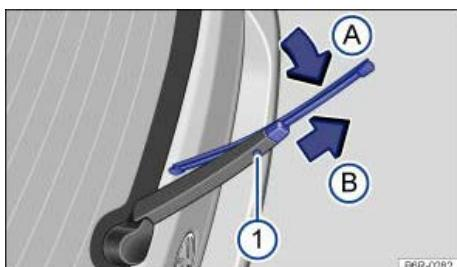

Abb. 276 Am Fahrzeugheck: Scheibenwischerblatt der Heckscheibe auswechseln (Variant).
- Entriegelungstaste \Rightarrow Abb. 276 gedrückt halten.
- Scheibenwischerblatt in Richtung Scheibenwischerarm \Rightarrow Abb. 276 (Pfeil) kippen und gleichzeitig in Pfeilrichtung abziehen. Dazu kann ein erhöhter Kraftaufwand notwendig sein.
- Neues Scheibenwischerblatt **gleicher Länge und Ausführung** auf den Scheibenwischerarm entgegen der Pfeilrichtung \Rightarrow Abb. 276 schieben, bis es einrastet. Dabei muss sich das Scheibenwischerblatt in abgeklappter Position (Pfeil) befinden.